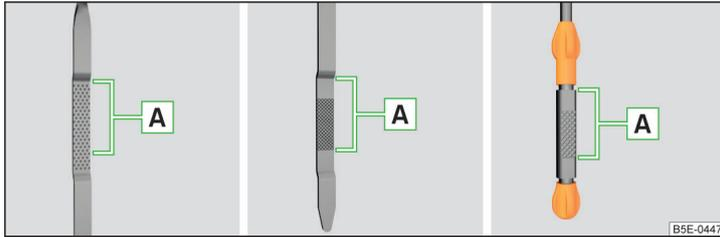

Abb. 187 Prinzipdarstellung: Ölmesstab
Ölmesstab » Abb. 187
- Der Ölstand darf keinesfalls oberhalb oder unterhalb des Bereichs **A** » Abb. 187 liegen - es besteht die Beschädigungsgefahr des Motors sowie der Abgasanlage!